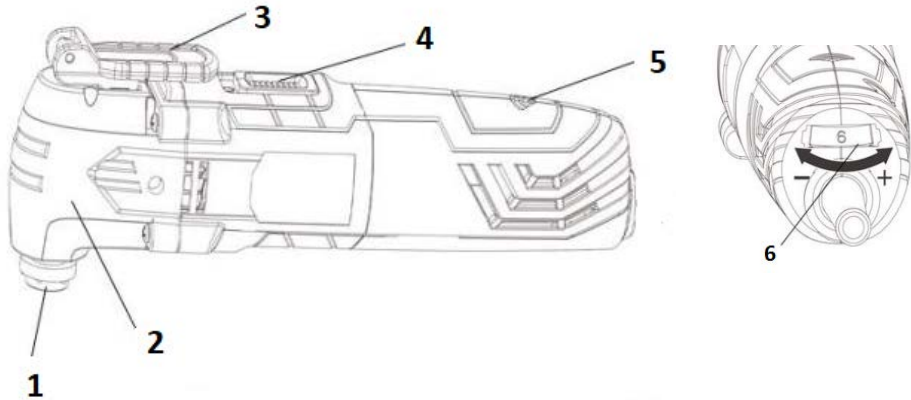

Рисунок 1
2.2.1 Конструкція виробу складається з редуктора в металевому корпусі (2), який приєднаний до пластикового несучого корпусу з колекторним двигуном змінного 1-фазного струму, перемикачем (4), мереживим шнуром живлення згідно з рис.1. Вихідний вал редуктора розташований перпендикулярно осі двигуна і є робочим шпинделем для приєднання змінних насадок (1) з фіксацією затисковою гайкою. На металевому корпусі (2) виконані нарізні монтажні отвори для встановлення передньої рукоятки. Електрична частина виробу складається з колекторного однофазного електродвигуна змінного струму, вимикача електроструму, індикатора живлення (5) з'єднувальних проводів і мереживого шнура. Захист від ураження електричним струмом користувача у виробу відповідає класу II за ДСТУ EN 61140:2015.
- ✓ переведіть важіль (1, рис. 1) у робоче положення для зміни насадки (Рис 2.1);
- ✓ переведіть важіль (1) у робоче початкове положення (Рис 2.1, 2.4).